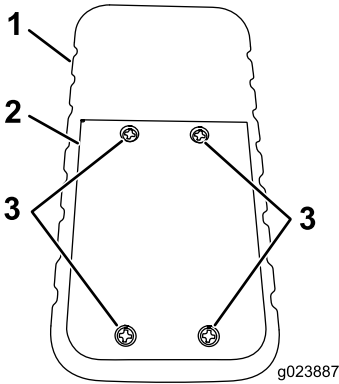

Bild 57
1. Lösen Sie die vier Schrauben, mit denen die Batterieabdeckung befestigt ist (Bild 57).
- Lösen Sie die vier Schrauben, mit denen die Batterieabdeckung befestigt ist (Bild 57).